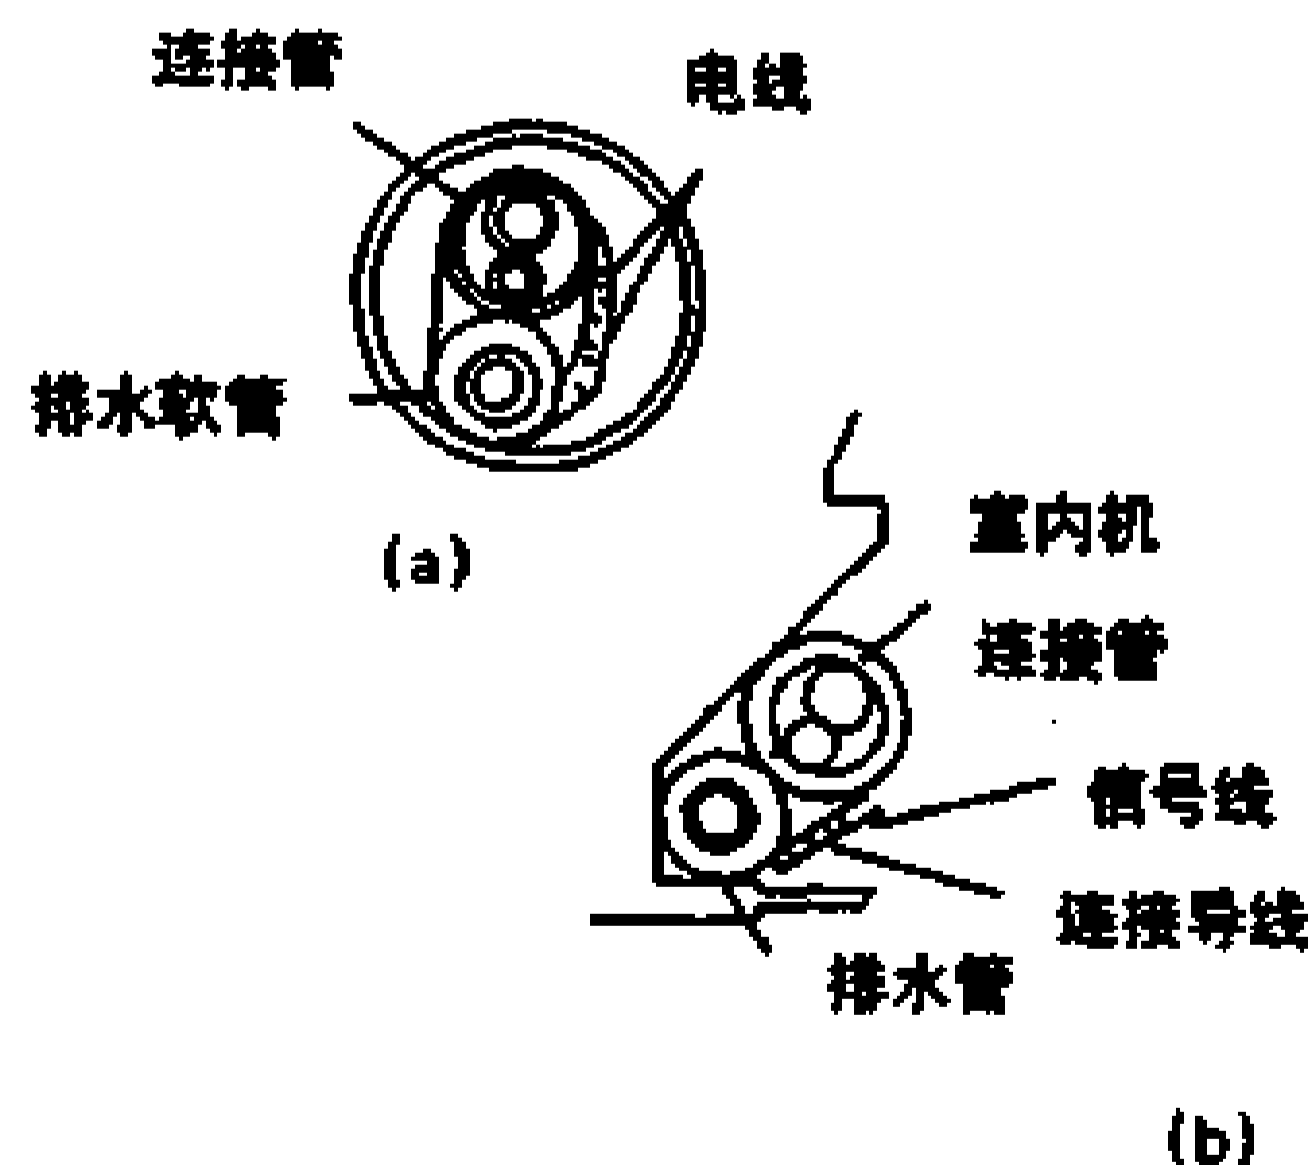

图 14-2-8
- (a) 按图 14-2-8 (a) 所示位置将连接导线与连接管和排水管绑扎在一起。
(b) 安装时排水软管应放在下面。如图 14-2-8 (b) 所示
4) 排水软管应处在图 14-2-8 所示的墙管底部。